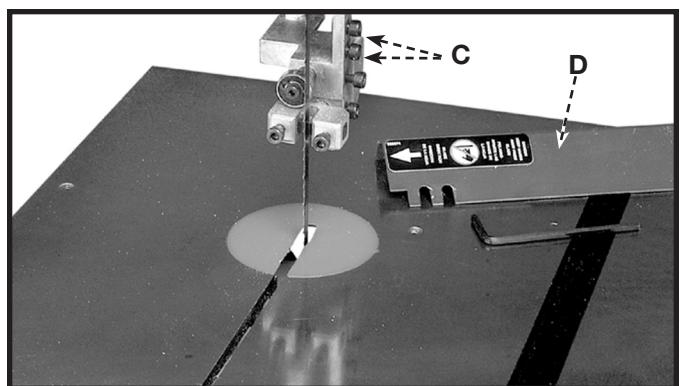

Fig. 36
- Afloje los dos tornillos (C) Fig. 36 y quite el protector de hoja (D).